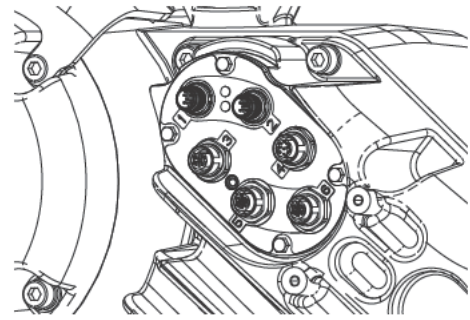

图 27
2. 关闭断连开关 (M)。
- a. 卸下驱动器壳盖 (HC)。
- c. 松开线夹 (CG)。
- d. 通过将驱动器壳内的线从线夹 (CG) 内拉出来取下这些线。
- e. 断开连接到驱动器侧面 1-6 端口的电缆连接, 如图 27 所示。